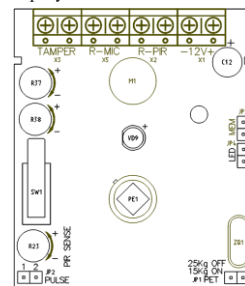

Рис. 2 Внешний вид платы извещателя
На плате обозначены (см. рисунок 2):
- подключить провода к клеммам подключения в соответствии с их назначением (см. рисунок 2);
- убедиться в наличии установленной на плате перемычки JP4 (LED) (см. рисунок 2);
- Для регулировки дальности обнаружения извещателя используется потенциометр R23 (см. рисунок 2). Потенциометр позволяет установить дальность обнаружения от 20% до 100% от максимальной.
- регулировка чувствительности по высокой частоте (звук бьющегося стекла) осуществляется с помощью отвертки с плоским шлицем путем вращения регулятора потенциометра R38 (HF/SENSE) (см. рисунок 2);